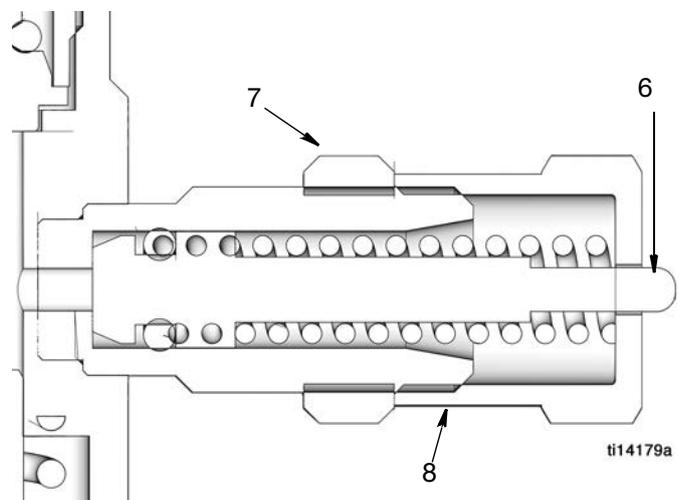

ABB. 1
Die Bauteile sind mit Zahlen bezeichnet (ABB. 1 und Seite 4).
<p>Um eine Beschädigung der Komponente zu vermeiden, darf die Einstellmutter (8) nicht über die ganz zurückgezogene Position am Kolben (6) hinaus gedreht werden. Siehe ABB. 1.</p>